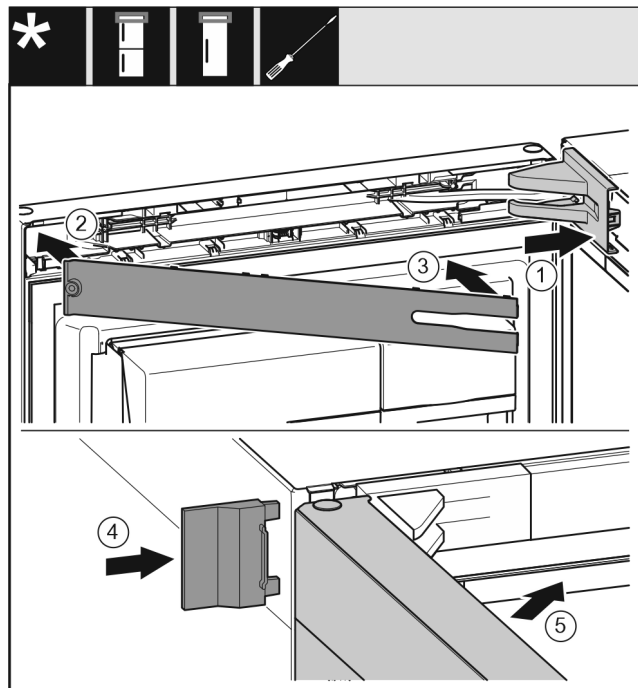

Fig. 51
- 放上并插入托架盖，如有必要小心地按压分开。 Fig. 51 (1)
- 盖上隔板。 Fig. 51 (2)
- 转入隔板并卡入到位。 Fig. 51 (3)
- 插入外盖。 Fig. 51 (4)
- 关闭冰箱上方门。 Fig. 51 (5)